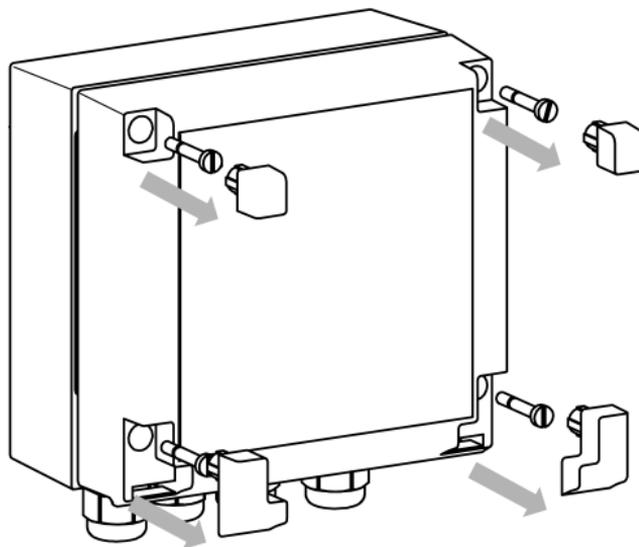

Рисунок 4.12 – Разборка передней части корпуса
1. Вытащить заглушки и отвинтить винты из передней части корпуса (см. *рисунок 4.12*)